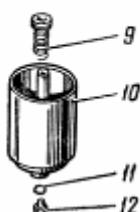

Рис. 61. Фильтр тонкой очистки топлива:
Для слива отстоя из топливных фильтров грубой и тонкой очистки отвернуть на 3-4 оборота сливные пробки (рис. 61 поз. 12 и 13; рис. 27. поз. 9 и 10) и слить по 0,1 л топлива в подставленную посуду.
- 2 Вывернуть болт 5 (рис. 61) крепления колпака.